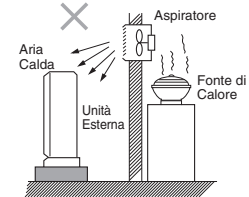

Fig. 2-1
- fonti di calore e tubi aspiratori, ecc. (Fig. 2-1)